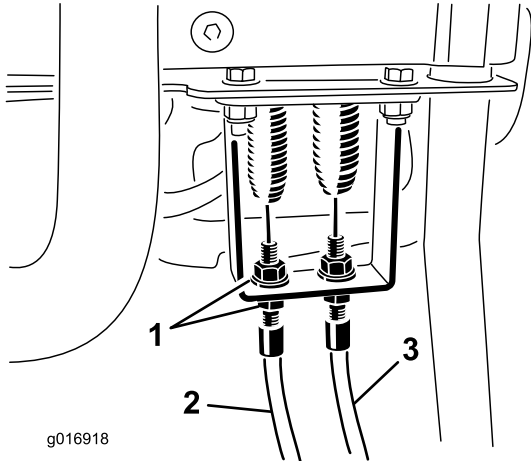
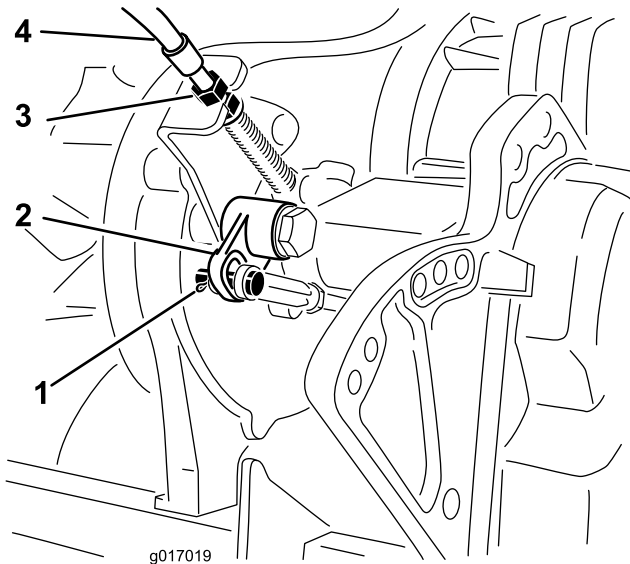

图45
图46
2. 检查拉伸弹簧上的驱动控制装置拉线是否有任何松弛（图45）。如果出现松弛现象，请调整隔板上的锁紧螺母（图46），在弹簧没有拉伸的情况下，消除拉线上的松弛。
4. 取下将铃型曲柄杆卡销固定到曲柄杆上的开口销和柱销。从曲柄杆上断开卡销（图46）。
7. 在变速箱隔板上（图46），调整拉线锁紧螺母，缩减到铃型曲柄的距离，匹配先前的改动。
8. 调整控制台隔板上的拉线，然后调整拉线锁紧螺母，在弹簧没有拉伸的情况下消除松弛（图45）。
3. 在控制手柄隔板上，放松滚刀控制装置拉线，直至拉线松弛（图45）。